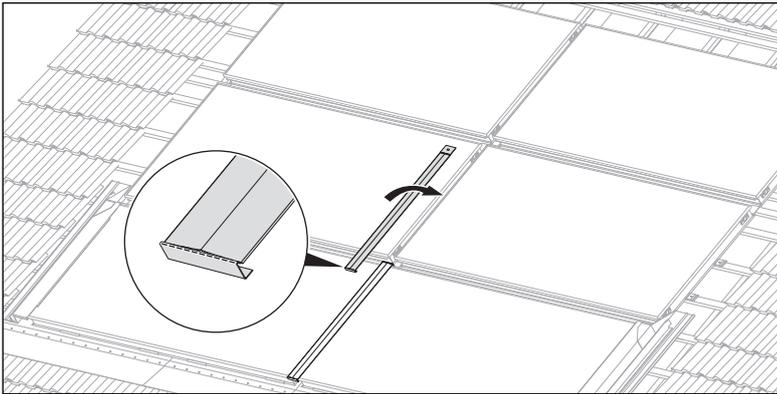

Abb. 5.26 Vertikale Zwischenbleche anbringen
Wenn Sie zwei und mehr Kollektoren neben- bzw. übereinander montieren, dann fahren Sie zunächst mit dem Anbringen der Zwischenbleche fort (→ Abb. 5.26, 5.27). Bringen Sie danach je Zeile die rechten Seitenteile an.
- Knicken Sie das Blech nach unten (→ Abb. 5.26), so dass das Blech unter die Kollektorkante greift und bündig mit dem Kollektor abschließt.